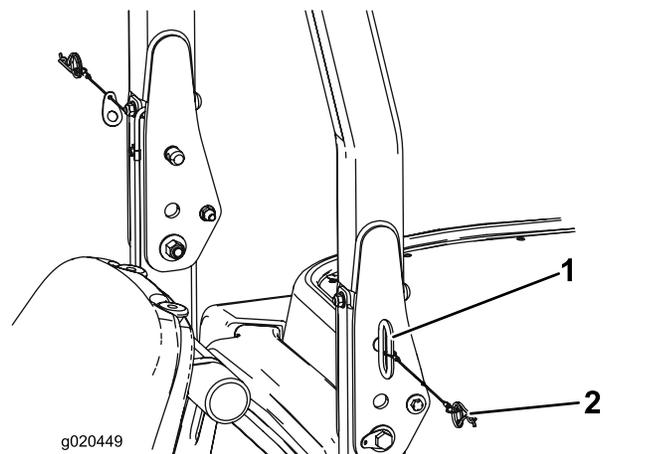

Figura 29
1. Per abbassare il roll bar rimuovete le coppiglie e le 2 spine (Figura 29).